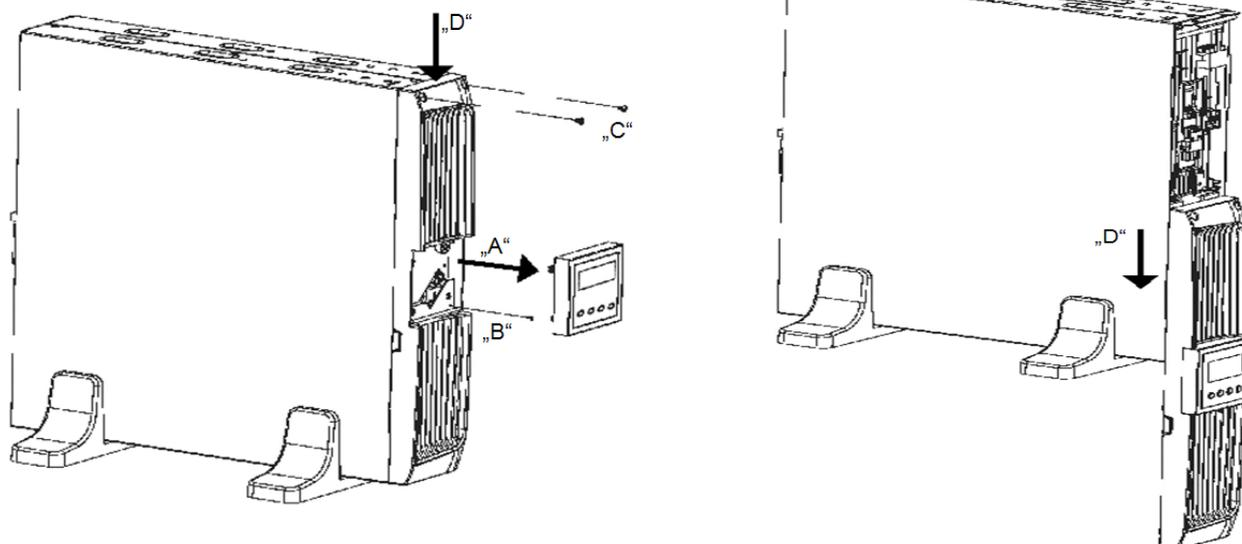

Abb. 9: Frontabdeckung entfernen
- Das Bedienfeld „A“ herausnehmen und die unteren Befestigungsschrauben der Abdeckung „B“ entfernen und das Bedienfeld wieder einsetzen (siehe Abb. 9).